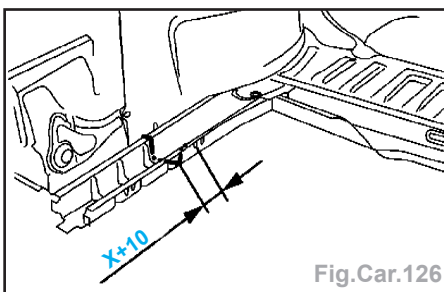

Fig.Car.126
- Tracer, puis découper à l'aide d'une meule épaisseur 1 mm (Coupe provisoire) (Fig. Car.126).